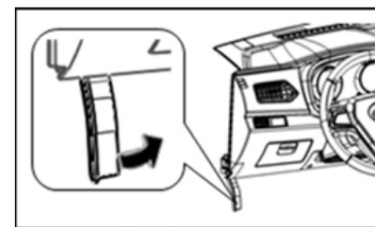

Figura 3.1.1.33
k. Guanterera pequeña (ver Figura 3.1.1.34)